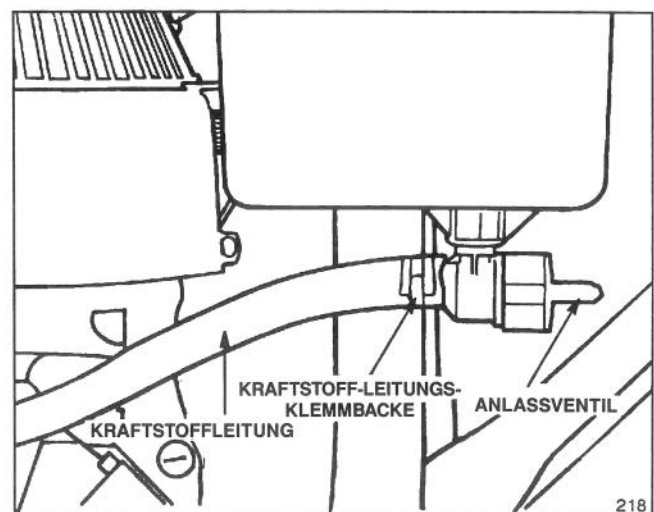

Abbildung 4
4. Das Ende der Kraftstoffleitung in das Anlaßventil stecken und mittels Kraftstoffleitungs-Klemmbacke befestigen (Abb. 4).